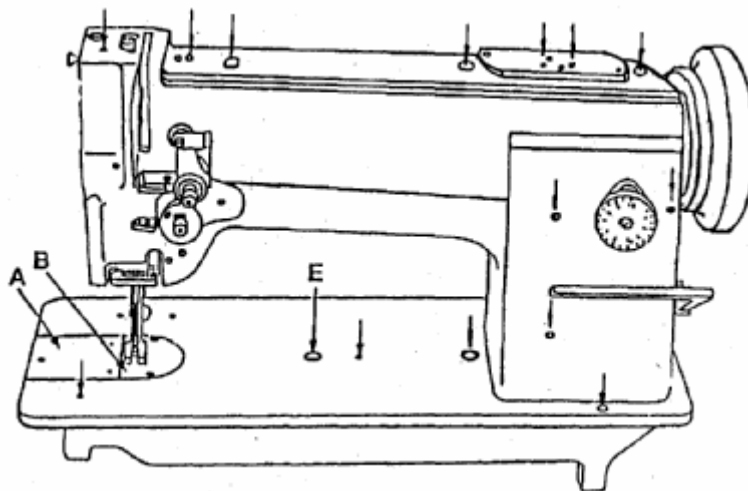
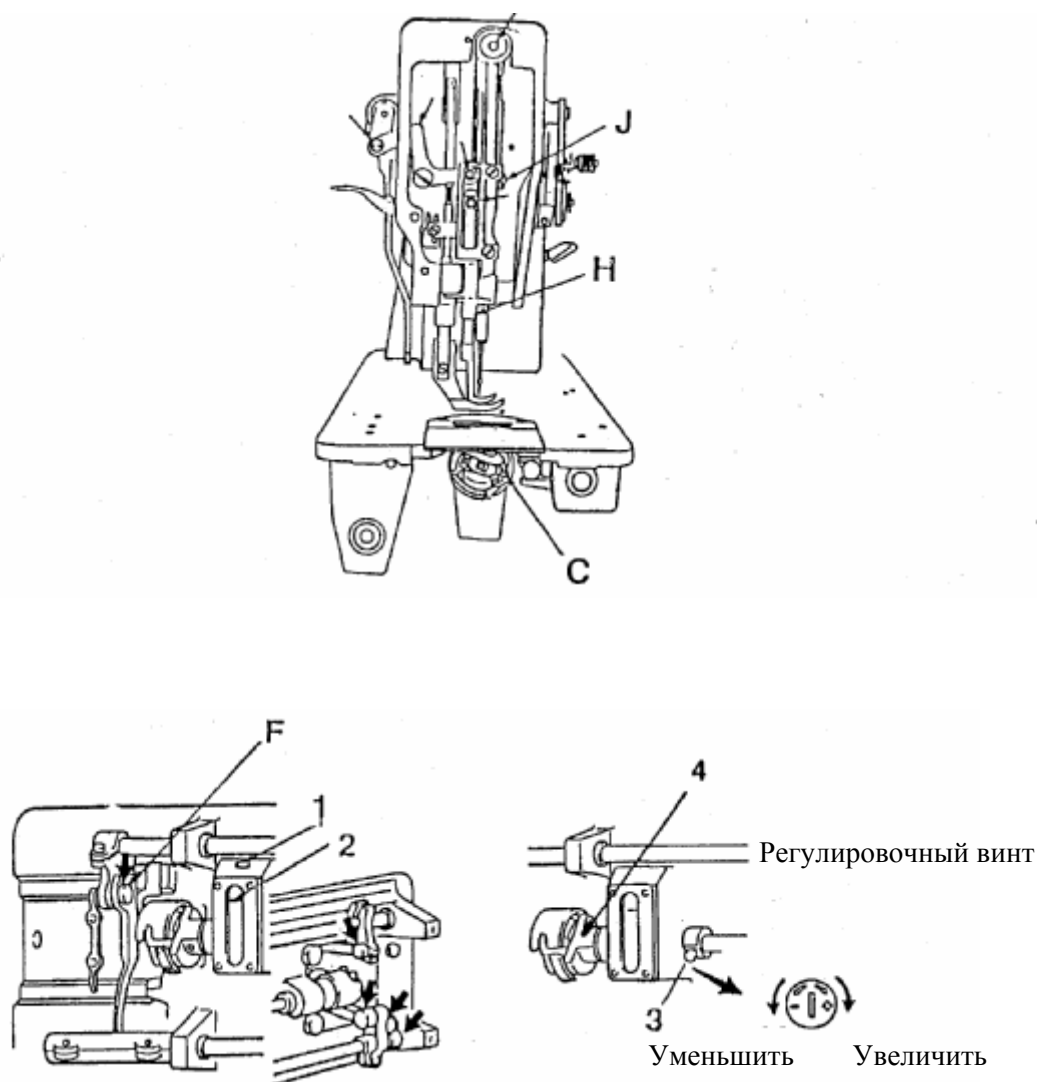

Рис. 2
Рис. 5
Точки смазки указаны стрелками на следующих иллюстрациях (Рис.2 – Рис.5).
I СМАЗКА ЧЕЛНОЧНОГО УСТРОЙСТВА (Рис. 5)
II РЕГУЛИРОВАНИЕ СМАЗКИ ЧЕЛНОЧНОГО УСТРОЙСТВА (Рис. 5)
1. Поднимите игольный стержень в крайнее верхнее положение, установите собачку транспортера ткани с этой стороны в положение ее хода, поворачивая шкив машины, и откройте подвижную пластинку (А, Рис. 2).
5. Возьмите шпульный колпачок за защелку (С, Рис 4) и наденьте его на центральный штифт челночного устройства. Отпустите защелку и вдавите шпульный колпачок внутрь так, чтобы защелка со щелчком зафиксировалась в канавке центрального штифта. Вытяните из шпульного колпачка приблизительно 5 см нити. Перед тем, как начать шить, задвиньте на место подвижную пластинку (А, Рис. 2).
Челночное устройство и его механизм защищены предохранительной муфтой. Если после срабатывания муфты необходимо вернуть ее в исходное рабочее состояние, нажмите кнопку (Е, Рис.2) в плите платформы машины. Одновременно поворачивайте шкив машины до тех пор, пока запорный механизм не введет в сцепление приводной вал под платформой машины. Откройте подвижную пластинку и покачайте шкив машины из стороны в сторону, чтобы удалить инородный материал, который мог застрять в челночном устройстве. Не пользуйтесь для этого острыми инструментами – это может привести к повреждению челночного устройства.
2. Ослабьте установочный винт коленчатого рычага (F, Рис.5) и отрегулируйте высоту собачки, подняв или опустив ее.
3. Положите головку машины на другую сторону и ослабьте винт (I, Рис. 5).